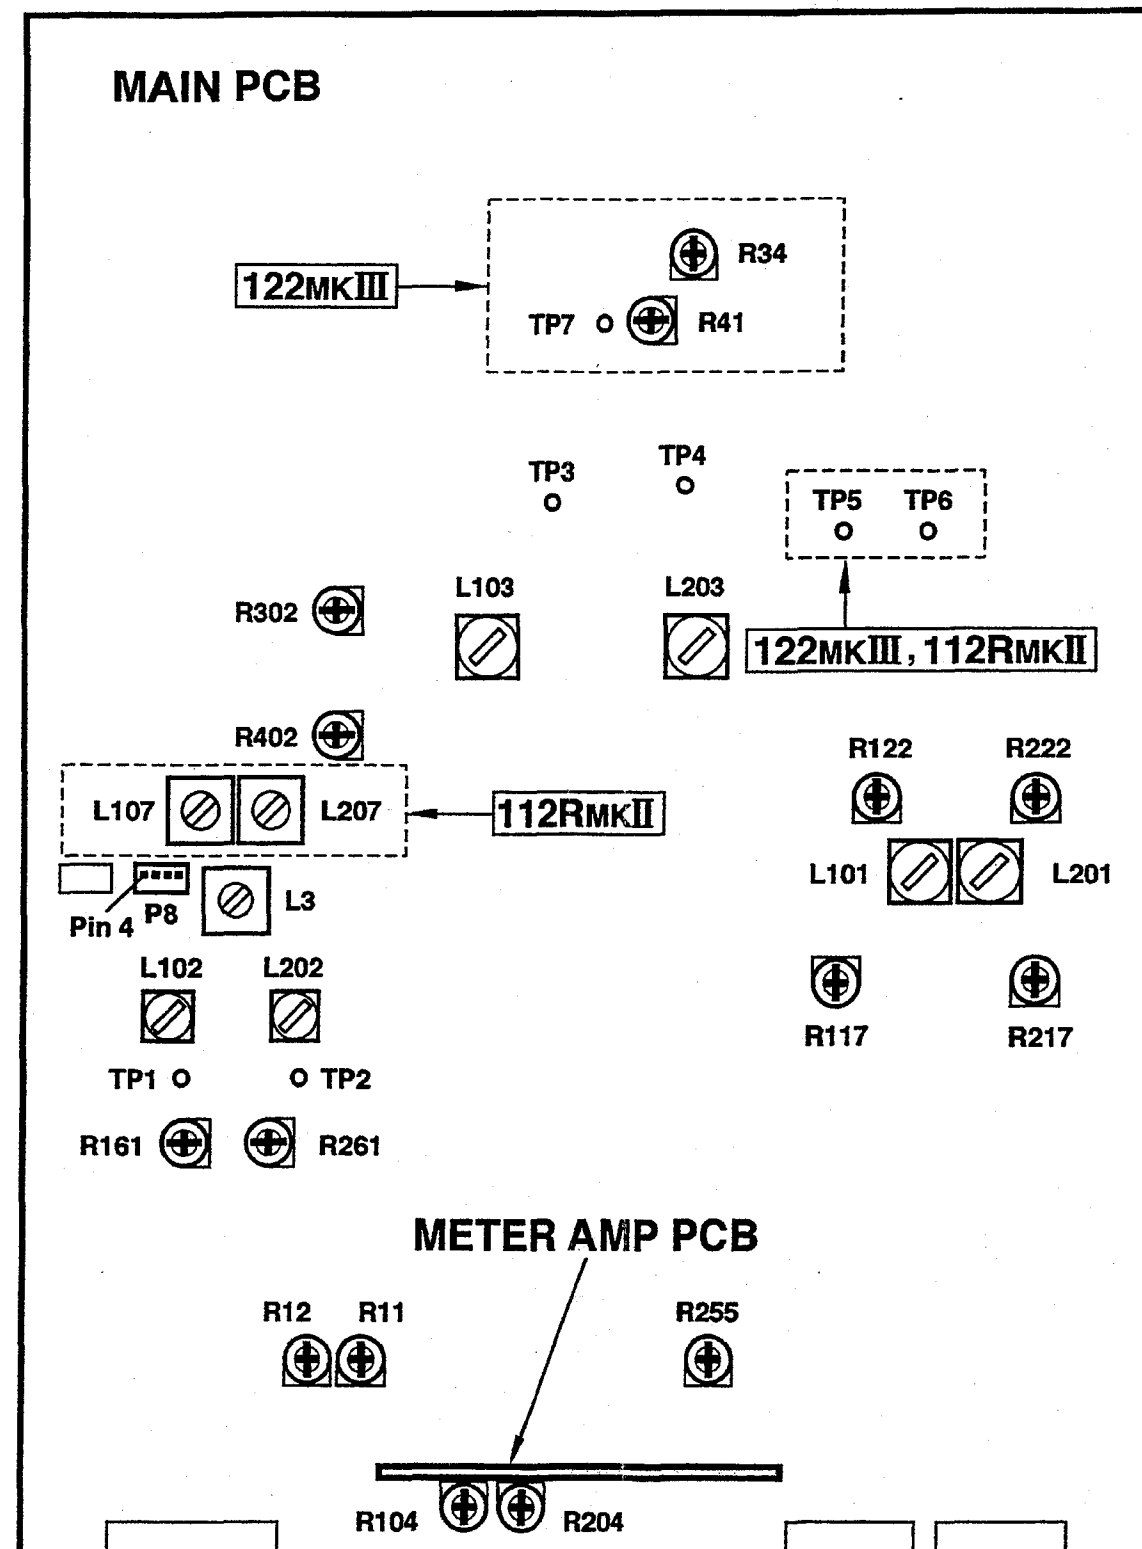

Fig. 3-4 Adjustment and test point locations
5. Unless otherwise specified, refer to Fig. 3-4 for location of test points and adjustment points.
5. 特に指示のない場合、テスト・ポイントおよび調整箇所は図3-4を参照してください。